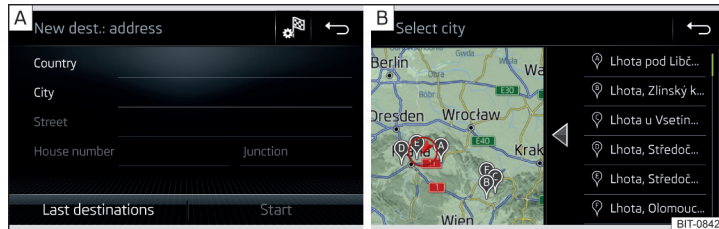

Abb. 223 Ziel über die Adresse eingeben: Hauptmenü / Liste der aufgesuchten Orte
- ▶ Die Zieladresse eingeben und anschließend bestätigen » Abb. 223 - **A**.
In Abhängigkeit von der Anzahl der aufgesuchten Orte kann automatisch eine Karte mit einer Liste der aufgesuchten Orte angezeigt werden » Abb. 223 - **B**.